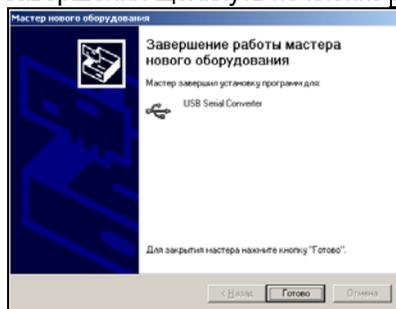

Рисунок 8.11
4) Щелкнуть по кнопке **Далее >**, через несколько секунд на экране появится окно (рисунок 8.11), свидетельствующее, что загрузка драйвера выполнена. Для завершения щелкнуть по кнопке **Готово**.